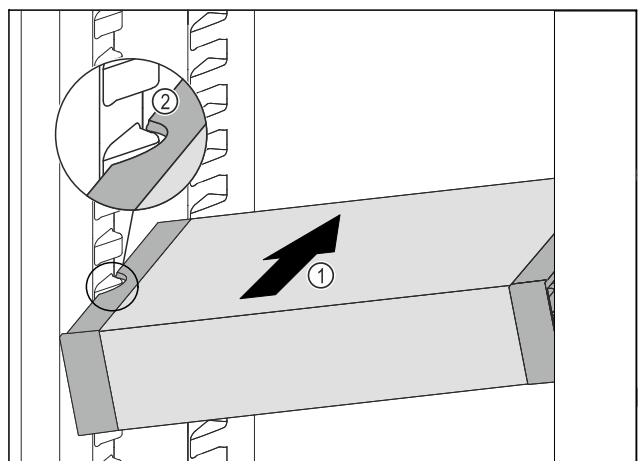

Fig. 79
- ▶ Insérer le VarioSafe en biais dans la partie réfrigérateur Fig. 79 (1) jusqu'à ce que les encoches latérales Fig. 79 (2) du VarioSafe se trouvent à la hauteur de la nervure du bac dans la partie réfrigérateur.